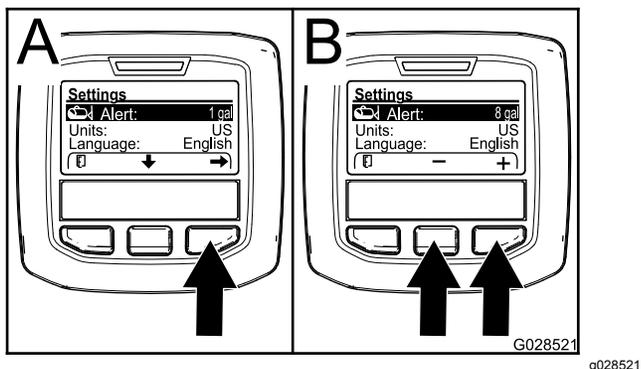

图23
2. 按中间选择按钮可高亮显示提醒设置 图23。
3. 按右侧选择按钮 图23。
4. 使用中间或右侧选择按钮输入打药车操作过程中提醒显示所需的药缸最低液量 图23。